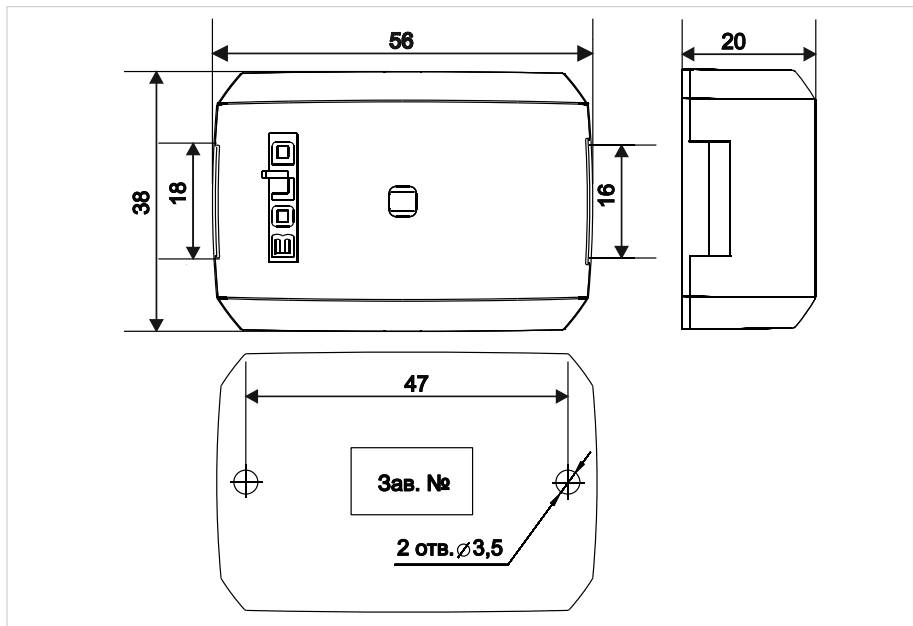

Рисунок 24. Габаритные и установочные размеры прибора
1. Наметьте на стене места для двух установочных отверстий в соответствии с габаритным чертежом (рис.24).